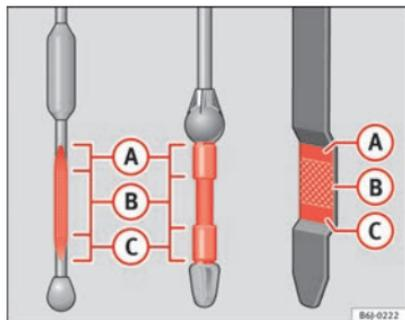

Fig. 136 Vareta de medição do nível de óleo
- Em seguida, retire-a novamente e verifique o nível do óleo ⇒ Fig. 136. Caso seja necessário, reponha óleo do motor.